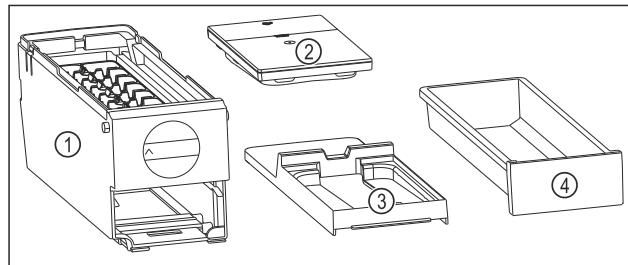

Fig. 113 Súčasti EasyTwist-Ice
- EasyTwist-Ice je rozložený na štyri časti. (pozri Fig. 113)
- Rozložte EasyTwist-Ice len na tie súčasti, ktoré sú na obrázku. (pozri Fig. 113)
- Korpus EasyTwist-Ice Fig. 113 (1) vyčistite ako celok.